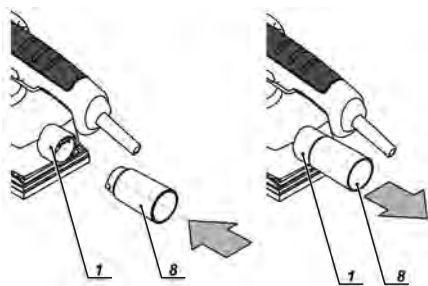

fig. 4 – dibujo demostrativo para montaje y desmontaje del adaptador para aspiradora de polvo
Para montar el adaptador para aspiradora de polvo (8), conéctelo en la conexión para el depósito de polvo (1), fig. 4.